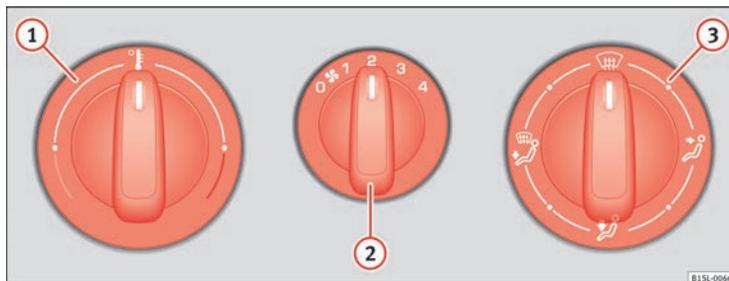
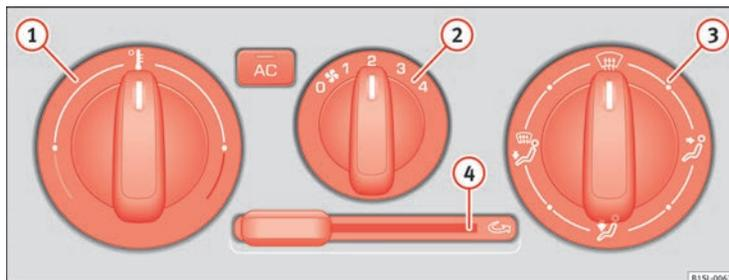

Fig. 98 Sulla console centrale: Manopola dell'impianto di riscaldamento e ventilazione
Fig. 99 Sulla console centrale: Comandi dell'aria condizionata
Tasto, regolazione	Informazioni supplementari. Impianto di riscaldamento e ventilazione ⇒ fig. 98 e aria condizionata ⇒ fig. 99.
- Regolare la ventola ⇒ fig. 98 ② al livello 1 o 2.
- Posizionare il regolatore della temperatura ⇒ fig. 98 ① in posizione centrale.
- Girare il regolatore di distribuzione dell'aria ⇒ fig. 98 ③ nella posizione di sbrinamento.
Collegare: Spostare il regolatore ⇒ fig. 99 (4) fino al massimo verso destra.
Scollegare: Spostare il regolatore ⇒ fig. 99 (4) fino al massimo verso sinistra.